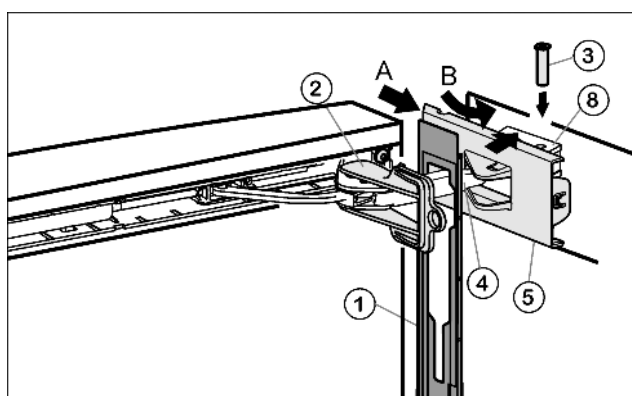

Fig. 18
- Attaccare il pannello Fig. 18 (1) sulla staffa dell'ammortizzatore Fig. 18 (4), in modo che i ganci di fermo puntino all'interno e il lato anteriore verso l'apparecchio.
- Spingere la copertura Fig. 18 (5) dall'esterno (A) e girarla sull'elemento di supporto Fig. 18 (8) (B).
- Applicare sopra la copertura Fig. 18 (5) e fare innestare fino al primo arresto.
- Tirare la staffa ammortizzatrice Fig. 18 (4) verso l'elemento di supporto e inserire il perno Fig. 18 (3) dall'alto, in modo che il quadrato alloggi nell'incavo.
- Ora lasciare innestare in posizione la copertura Fig. 18 (5) completamente sull'elemento di supporto Fig. 18 (8).
- Togliere la protezione Fig. 18 (2) torcendo.
- Inserire il pannello Fig. 18 (1) nella porta.